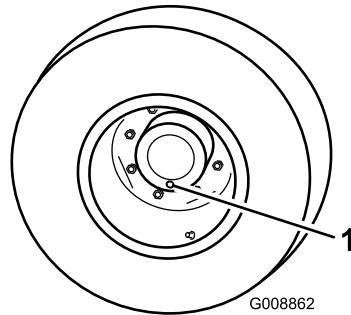

Bild 89
1. Stellen Sie die Maschine auf einer ebenen Fläche ab und positionieren Sie das Rad so, dass sich eine der Prüfschrauben in der untersten Stellung (6 Uhr) befindet (Bild 89).